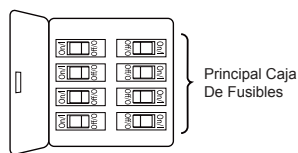

Figura 1
Uso de perfil bajo (Figura 1)
1. Extraiga la pieza de la bola colgante de la unidad de la bola colgante / varilla aflojando el tornillo de presión de la bola colgante hasta que la bola se libere de la varilla. Retire el pasador del barral y luego extraiga la semiesfera. Conserve el pasador y la semiesfera para su reinstalación en el Paso 7. (Figura 1)
Para evitar una posible descarga eléctrica, asegúrese de cortar la alimentación eléctrica de la caja de fusibles principal antes de colgar el ventilador. (Figura 1)
1. Para configurar el código de unidad del receptor. Deslice los interruptores de código a las mismas posiciones que en el transmisor. (Figura 1)
1. Instale la cubierta rotando la ranura clave en la cubierta sobre el tornillo de hombro del soporte del gancho, teniendo cuidado de no pillar los cables. Fije el tornillo de hombro. Instale adecuadamente y fije el segundo tornillo de hombro que fue anteriormente guardado. (Figura 1)
1. Deslice con cuidado las aspas a través de la ranura, como se muestra. Asegure bien las tres aspas con tornillos con cabeza de dentada con arandelas de plana. No ajuste demasiado. (Figura 1)
1. Extraiga uno de los tres tornillos del soporte ubicado en la parte interior de la unidad del motor. Guárdelos para después y afloje levemente los otros dos tronillos. (Figura 1)
1. **IMPORTANTE:** El uso de un regulador de la intensidad completa (no incluido) para controlar la velocidad del ventilador dañará el dispositivo. Para reducir el riesgo de incendio o descarga eléctrica, no utilice dicho regulador para controlar la velocidad del ventilador. (Figura 1)